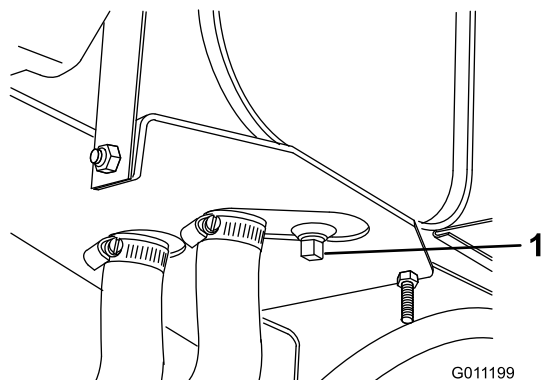

図 50
1. ドレン・プラグをタンク (図 50) から外してオイルを容器に受ける。オイルが完全に抜けたらドレン・プラグを取り付け、締めつける。